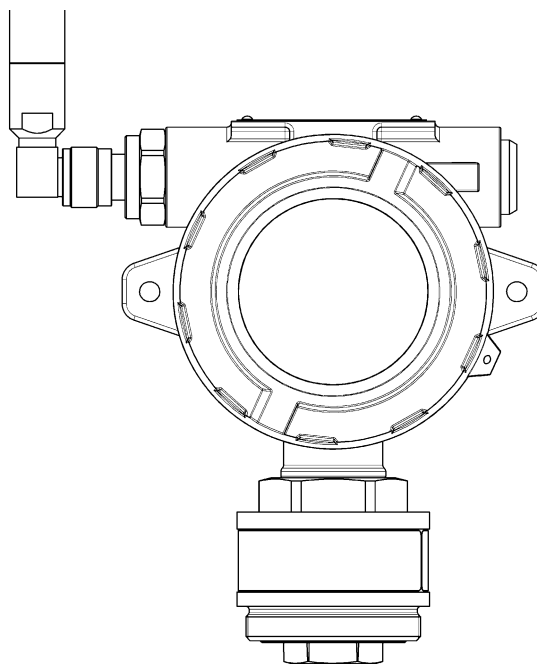

Рисунок 17 – Газоанализатор без влагозащитной насадки
- б) Снять влагозащитную насадку с газоанализатора (рис. 17);